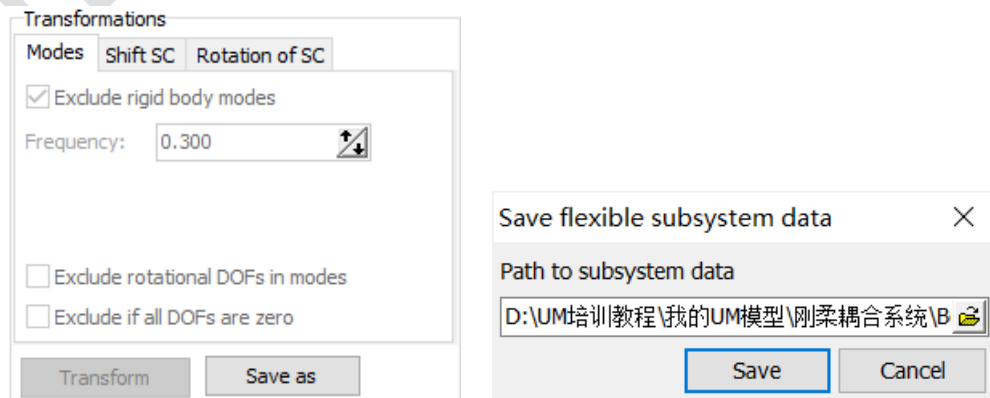

图 2-102
10) 然后点击按钮 **Save as**，在弹出窗口点击 **Save**，然后点 **OK**。这样我们就转换得到了 UM 仿真所需的格式文件 **input.fss**，并存于路径“D:\UM 培训教程\我的 UM 模型\刚柔耦合系统\Beam”，如图 2-102